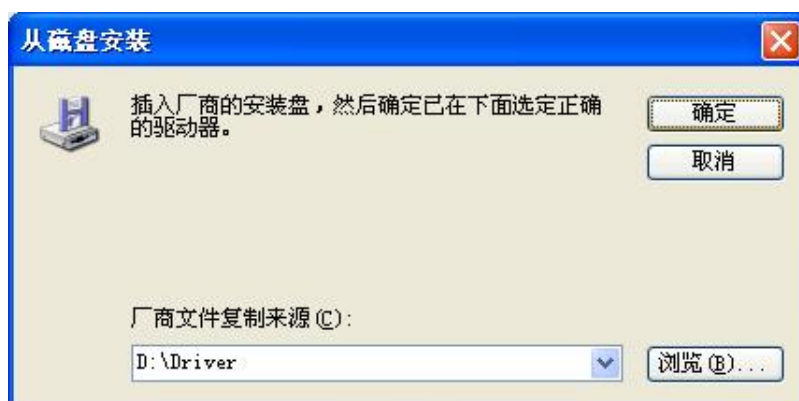

图 2-7 运动控制器驱动程序安装界面 7
(7) 选择 GT800 后点击“打开 (O)”，此时如图 2-7 所示。